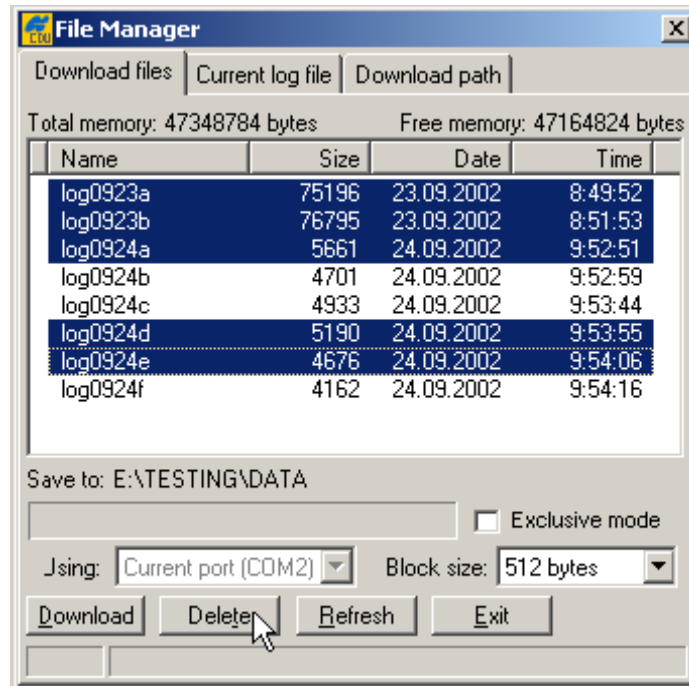

Рисунок 5-14. Удаление файлов
3. Выберите пункт меню **File > File Manager (Файл > Управление файлами)** и в появившемся диалоговом окне **File Manager (Управление файлами)** выберите вкладку **Download path (Каталог для загрузки)**, см. рис. 5-14 на стр. 5-9.
4. Щелкните на кнопке **Delete (Удаление)**, см. рис. 5-14 на стр. 5-9.